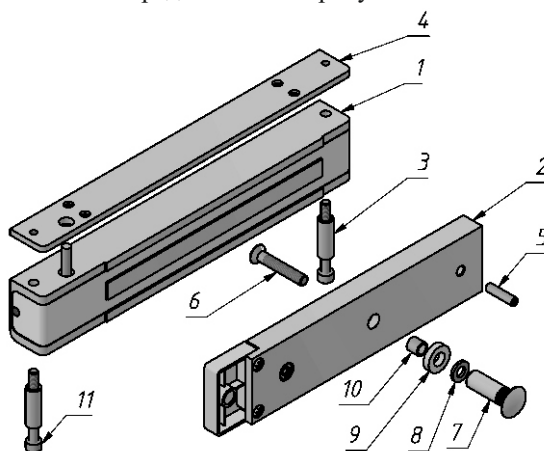

Рисунок 1
5.2 Корпус замка (1) (рисунок 1) через планку резьбовую (4) крепится в верхней части дверной коробки на максимальном удалении от петель двери.